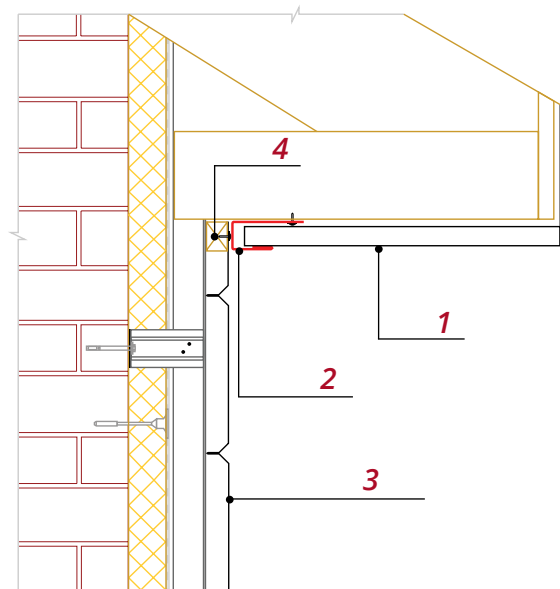

Рис. 25
■ Когда подшивка карнизного свеса производится металлическим или пластиковым софитом **1**, край панели **3** закроется приемным J-профилем или молдингом **2** (рис.25).